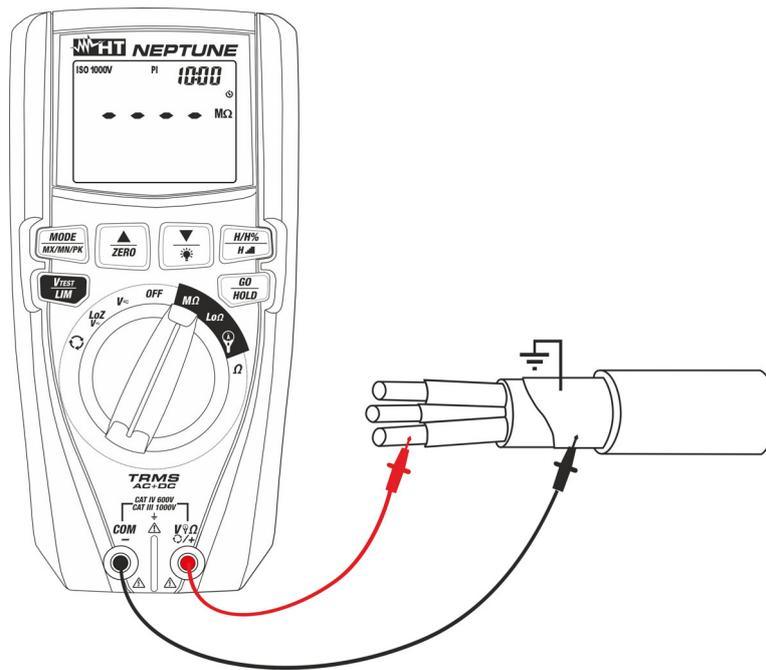

Fig. 22: Uso do instrumento para a medição da resistência de isolamento no modo PI
6. Inserir o condutor vermelho no terminal de entrada **VΩ/+/+** e o condutor preto no terminal de entrada **COM/-** e eventuais terminais com crocodilos e ligar o instrumento ao equipamento em exame (ver Fig. 22)